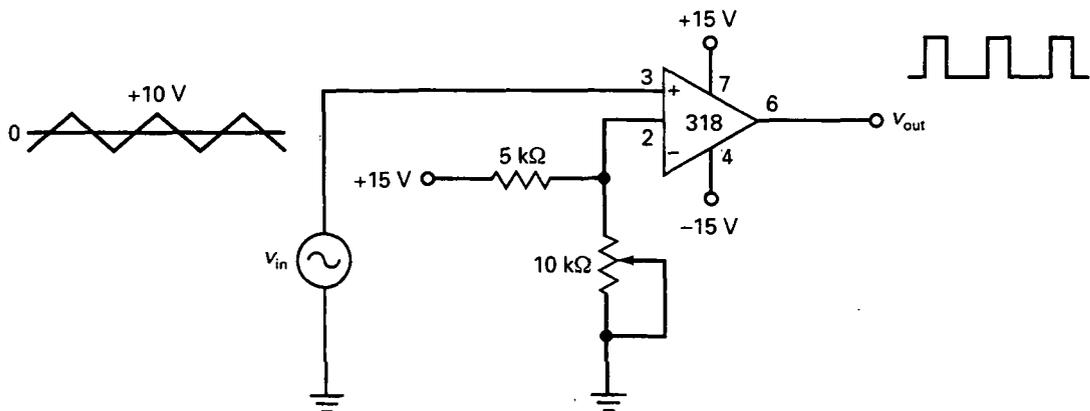

Figura 22-48
- 22-23. ¿Cuál es el ciclo de trabajo en la Figura 22-48 cuando el cursor está en el extremo superior? ¿Y en el extremo inferior?
- 22-24. ¿Cuál es el ciclo de trabajo en la Figura 22-48 cuando el cursor está a tres cuartos desde el extremo inferior de la resistencia total?